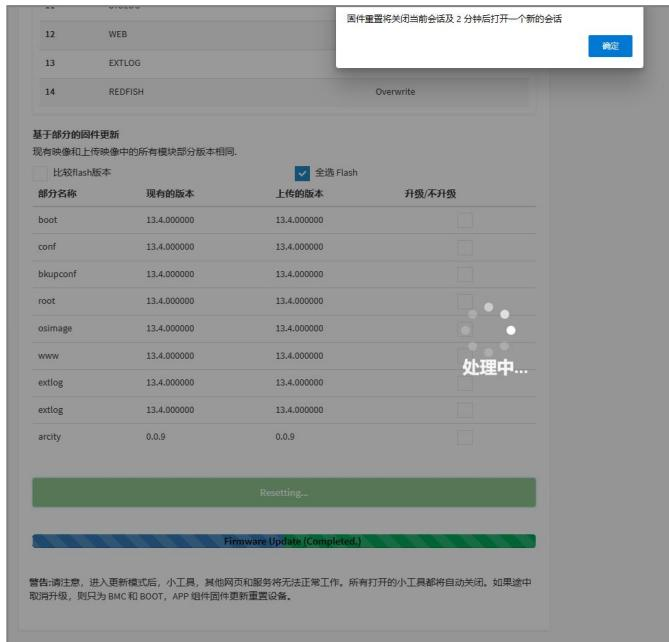

图 5.12-10： 固件更新 6
5. 固件更新完毕后会重启 BMC，点击“确定”，如图 5.12-10